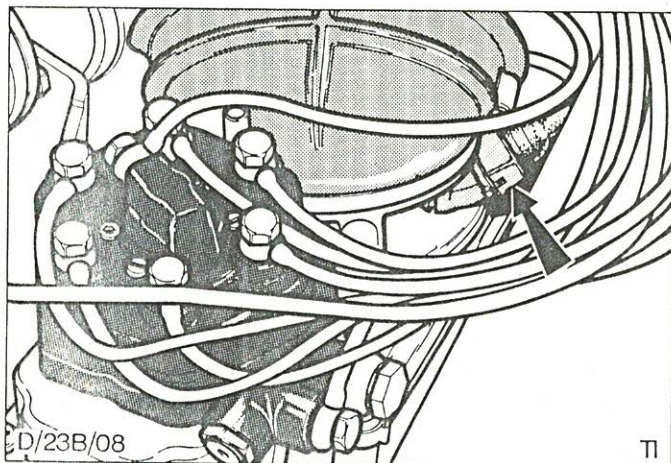

Abb.74 Stecker des Sicherheitsschalters - Stauscheibe
- a) Sicherheitsschalter, Abb.74